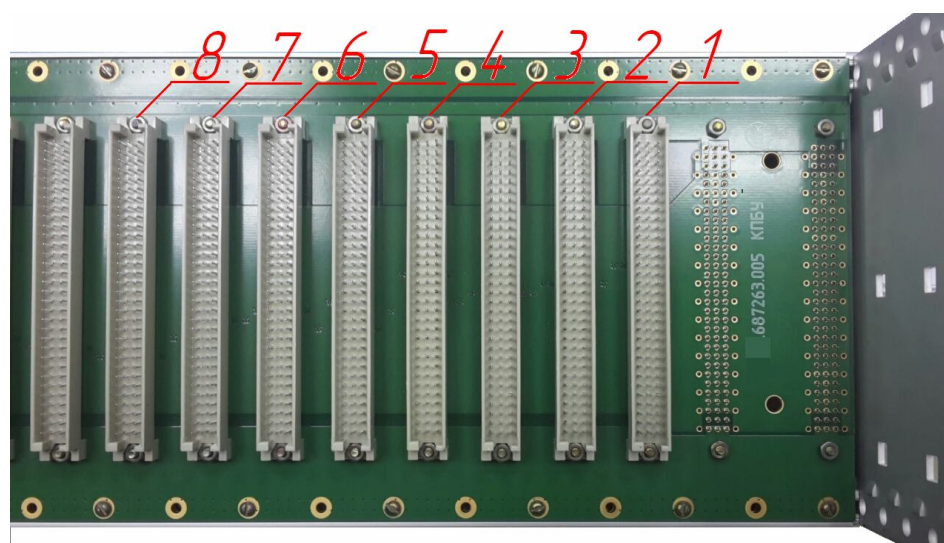

Рисунок 6
2.3.4 С тыльной стороны изделия для подключения внешних соединений могут быть использованы семь крайних правых соединителей (рисунок 6):